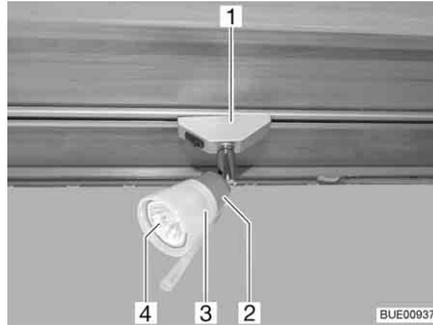

Fig. 277 Spot halogène (coulissant)
- Faire pivoter le spot halogène (Fig. 277,1) de 90° et le sortir du rail.
- Tourner l'abat-jour (Fig. 277,3) dans le sens inverse des aiguilles d'une montre.
- Extraire avec précaution l'abat-jour avec l'ampoule halogène (Fig. 277,4) de la douille (Fig. 277,2).